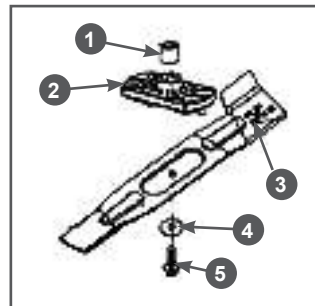

Рис. 14 Схема крепления ножа
6. Осмотрите адаптер 2 ножа (Рис. 14). Адаптер ножа не должен иметь повреждений, нож должен быть установлен точно на направляющих адап-